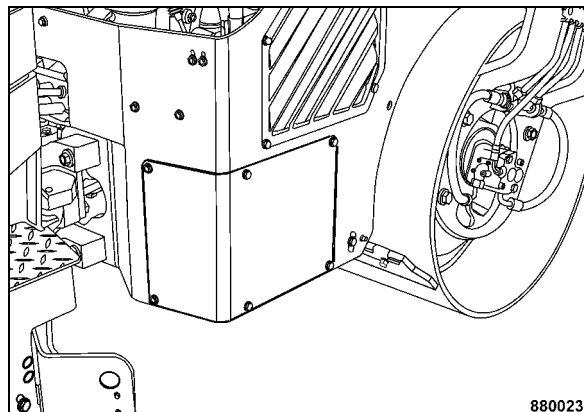

Fig. 46
- Desmontar la cubierta del compartimento de baterías (Fig. 46).